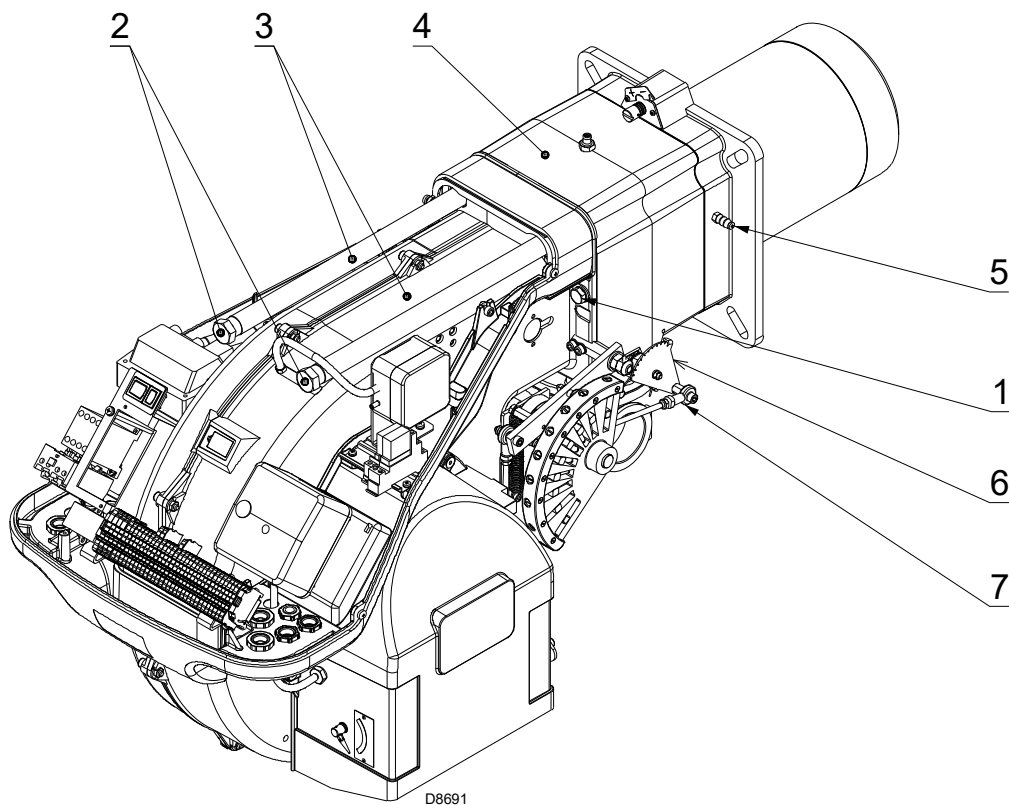

Abb. 15
- den Brenner auf den Führungen 3) etwa 100 mm von Muffe 4) - Brenner in der in Abb. 15 gezeigten Position montieren;
- das Kabel des Fühlers und der Elektrode einführen sowie den Brenner bis zur in Abb. 15 gezeigten Position schieben;